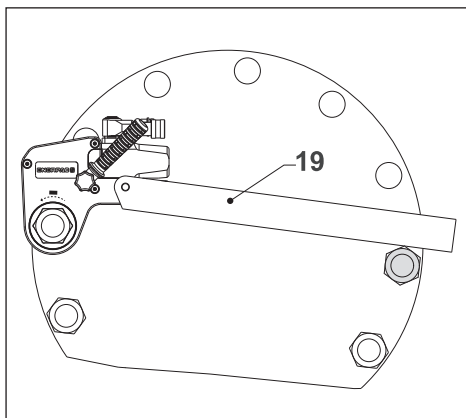
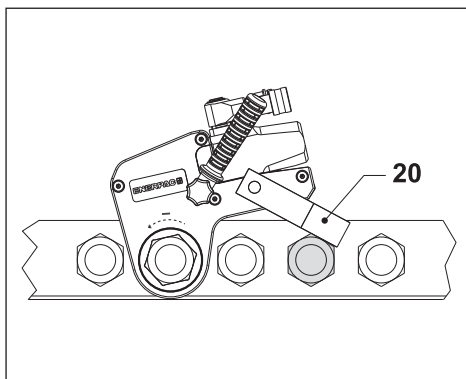

Fig. 11
Fig. 12
4.3.4 Uso del brazo de reacción extendido (Fig. 11)
- Coloque el brazo de reacción de la serie WTE (19) contra un punto de reacción adecuado. El punto de reacción contrarrestará la fuerza producida por la herramienta en funcionamiento.
4.3.5 Uso de la pala de reacción (Fig. 12)
- Coloque la pala de reacción de la serie WRP (20) contra un punto de reacción adecuado. El punto de reacción contrarrestará la fuerza producida por la herramienta en funcionamiento.